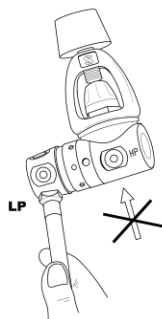

bild 1
Anslut inflatorventilens eller A.I.R. 2:s lågtrycksslang (LP) till en oanvänd LP-port på första steget, som måste ha samma gängor (bild 1).